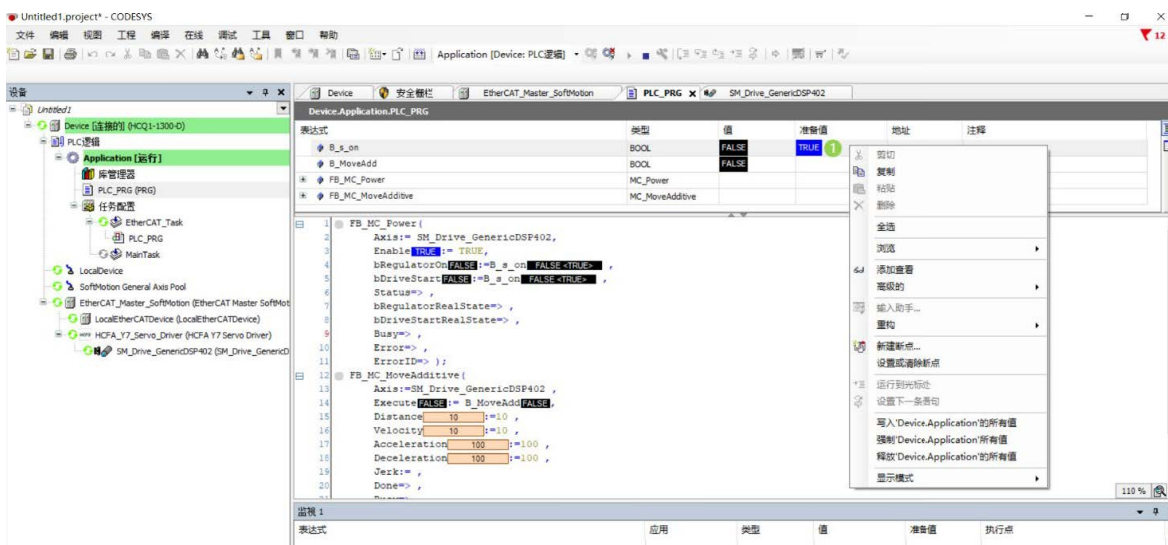

图 13-20 电机使能
2. 请在绝对安全情况下，鼠标左击①处，出现 TRUE 以后，右击选择【写入'Device.Application'的所有值】如图 13-20 所示，此时电机使能。